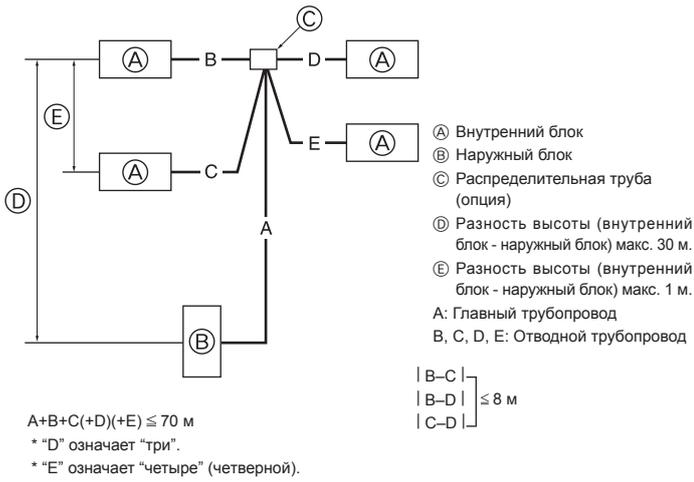

Fig. 4-8
4.7. Для двойной/тройной/четверной комбинации (Fig. 4-8)